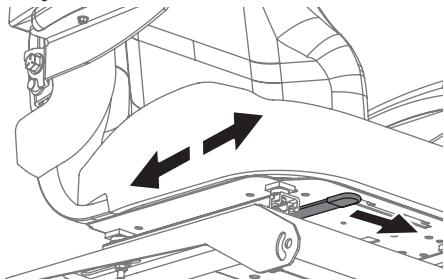

Figure 16
3. Relâchez le levier. Assurez-vous que le siège est bien dans la bonne position et bloqué avant d'utiliser l'appareil. Voir Figure 16.